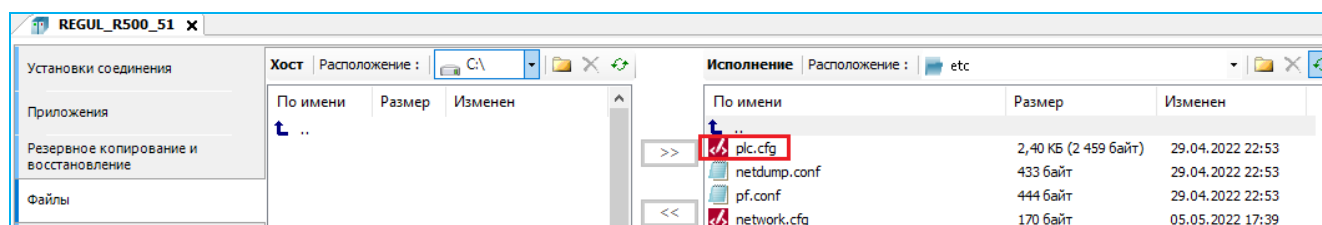

Рисунок 222 – Обмен файлами между ПК и контроллером
- в Astra.IDE на главной вкладке параметров устройства перейдите на вкладку **Файлы**. В области **Исполнение** нажмите кнопку  (**Обновить**). В окне отобразится дерево файлов, имеющихся на контроллере. Найдите папку **etc** (Рисунок 222);